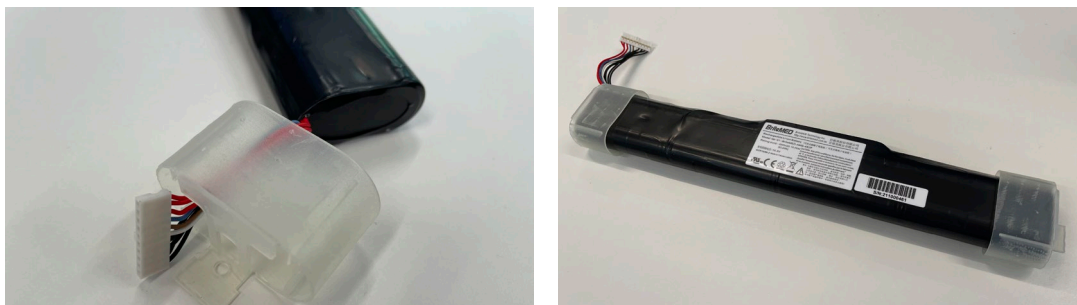

Figure 18 - Installation des capuchons de la batterie comme indiqué par les flèches
d) Installer les capuchons de la batterie sur la nouvelle batterie (Figure 18)